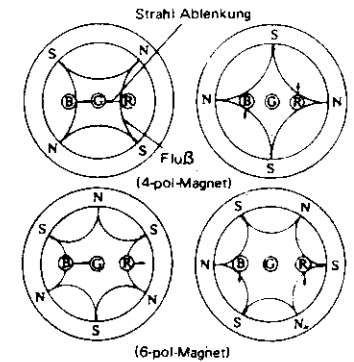

Abb. 9
2. Die Justierung des 6-Pol-Magneten verschiebt den roten und blauen Strahl in die gleiche Richtung. Der relative Winkel zwischen zwei Elementen bestimmt das Maß der Verschiebung, während die Drehung zweier kombinierter 6-Pol-Magneten den Drehsinn beeinflusst. (Abb. 9)